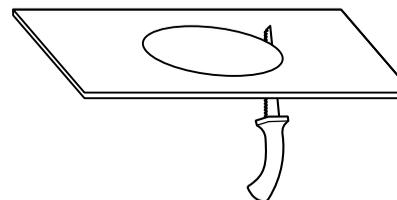

Fig. 1
1. Marque la abertura para el agujero del marco en el techo. Use una sierra de calar para cortar el agujero. [Fig. 1]